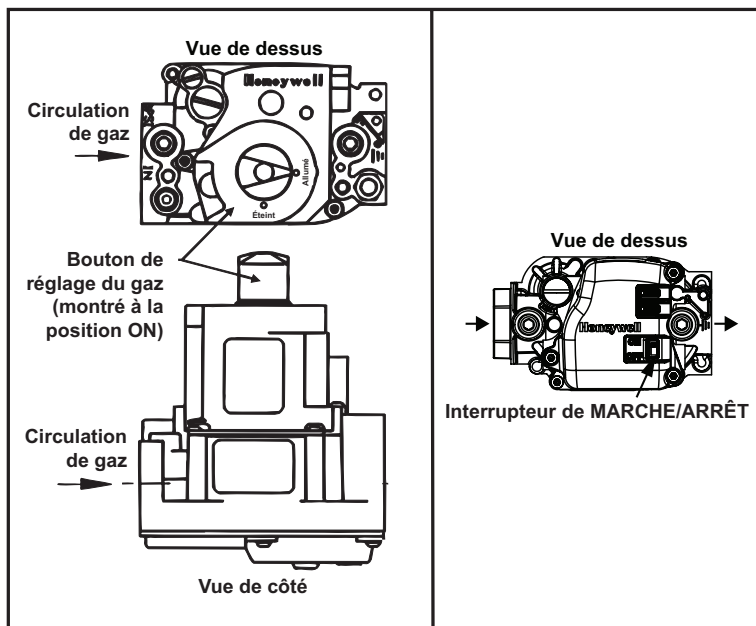

Figure 12. Commande ON/OFF de la valve de gaz
3. Ouvrez la porte d'accès et localisez le bouton de commande du gaz (ON/OFF) ou le commutateur de la valve de gaz (voir Figure 12).